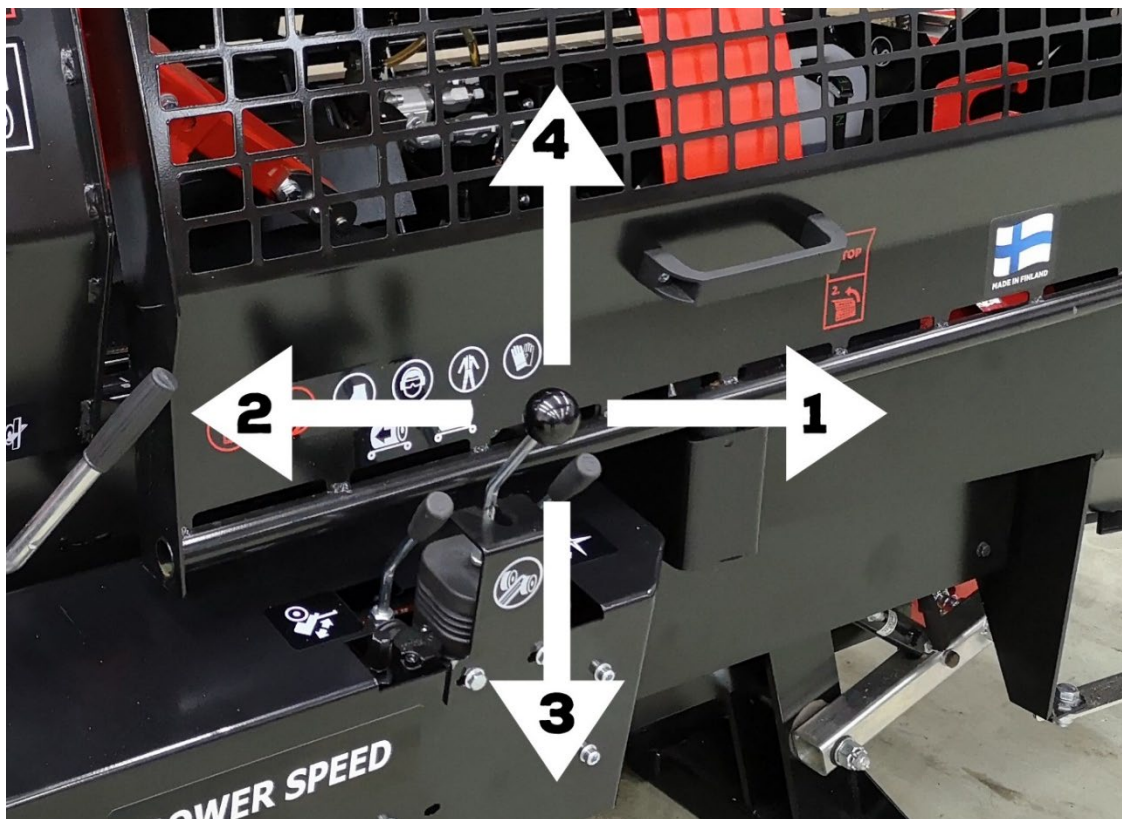

Abbildung 24
- ❑ Der Zylinder 8 (Abb. 24) schwenkt die Mehrzweckwelle 4 (Abb. 24) nach hinten, wodurch auch der Startauslöser 5 nach hinten schwingt.